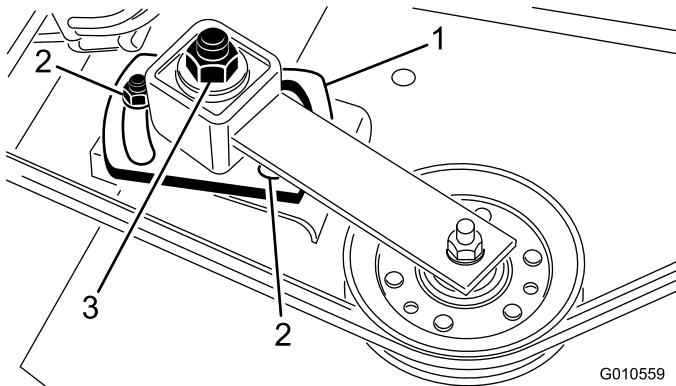

Bild 30
5. Ziehen Sie die Einstellmutter der Spannscheibe mit einem Sechskantschlüssel oder Drehmomentschlüssel auf 47-54 N·m an (Bild 30).